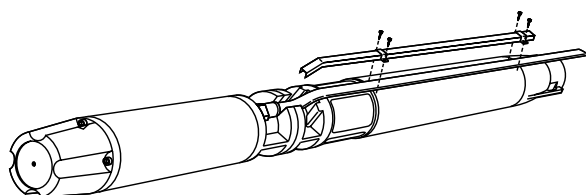

fig. 5
- Führen Sie die Stromversorgungskabel in einem Kabelkanal entlang des Pumpengehäuses (**fig. 5**).